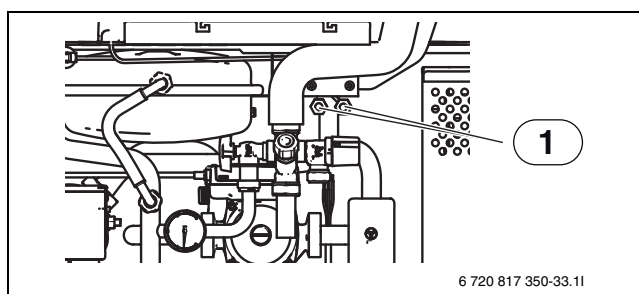

Bild 8
- ▶ Kontrollera att radiatorerna är ordentligt luftade, stäng av anläggningen med säkerhetsströmbrytaren vid avluftning. Avlufta värmepumpen med hjälp av avluftningsnippelarna i spillvattenkoppen (→ Bild 8). Öppna nippelarna ett par varv tills det kommer vatten och ingen luft bubblar under 15 sekunder, stäng dem sedan. Kontrollera manometern under avluftningen, trycket får inte gå under 1 bar. Faller trycket under 1 bar så behöver värmesystemet fyllas på. När värmesystemet är avluftat och värmepumpen ska spänningssättas igen, se först till att trycket står på den röda visaren på manometern (som installatören normalt ställt in), eller minst 1 bar.